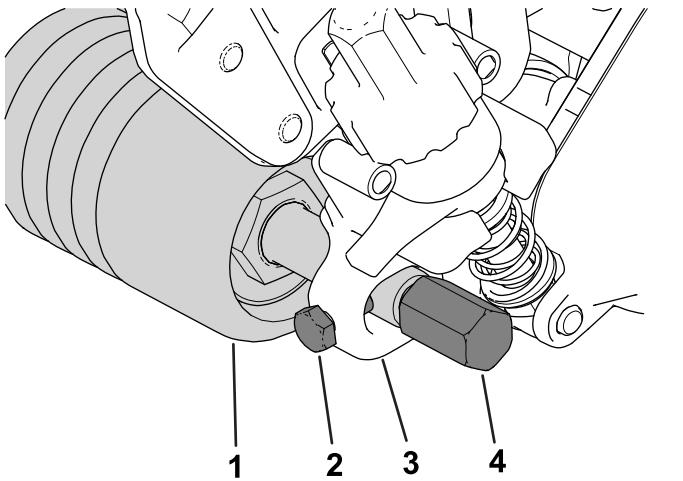
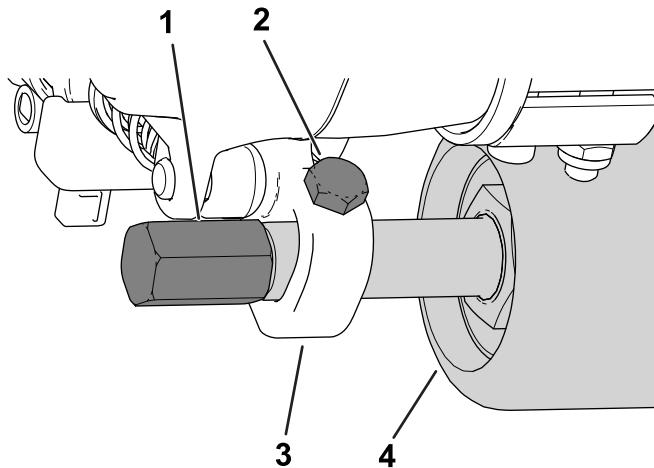

Figura 14
Figura 15
- Inserте y centre el eje del rodillo entre los soportes de altura de corte (ADC) y fíjelo con 2 tornillos de montaje (Figura 14 o Figura 15).
Puede instalar los tornillos de montaje en el lateral delantero (tal y como se muestra en la Figura 14) o en el lateral trasero (Figura 15) de los soportes de ADC. Al instalar los tornillos en el lateral delantero, el groomer podrá despejar el rodillo; al instalarlos en el lateral trasero, el groomer se entrelazará con el rodillo.
- 6. Fije los protectores del groomer a cada lado del eje del rodillo (**Figura 14**).